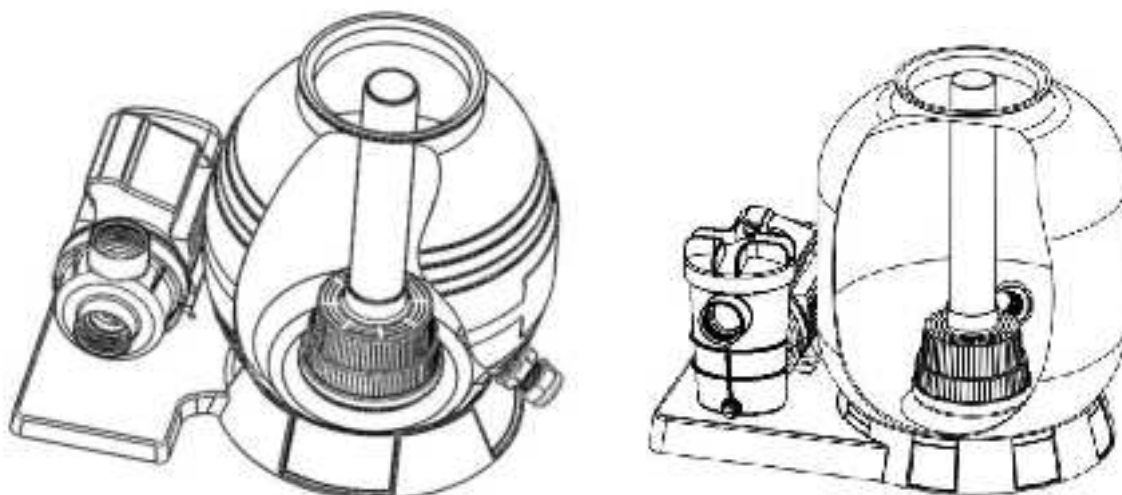

Fig. 3
3. Presione el recipiente del filtro de arena sobre la placa base y gírelo de forma que la abertura de purga del recipiente del filtro quede hacia fuera (Fig. 3). Esto también puede variar algo según sea el modelo.